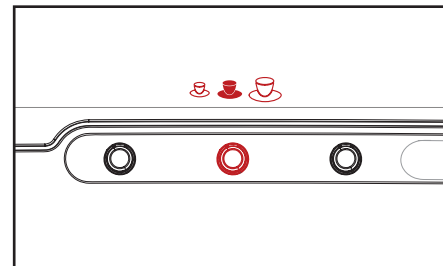

Fig. 4.5 - Volume voorkeuze
2. Druk op de voorkeuze knop **VOLUME** om deze te activeren. Een kop icoon (klein - middel - groot) wordt weergegeven (fig. 4.5).